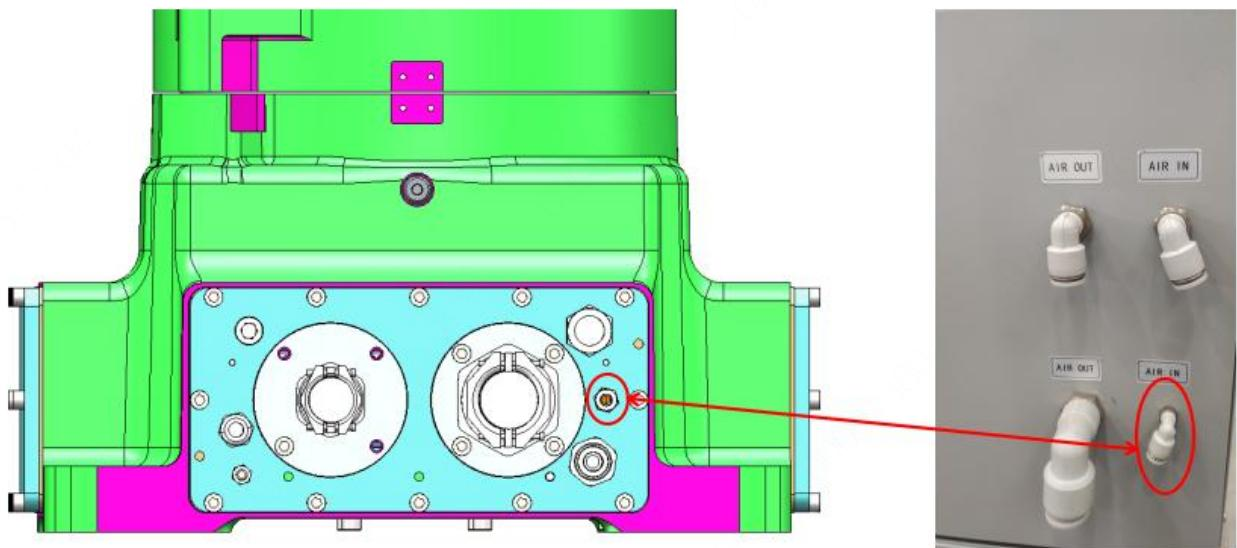

图 2-7 本体-柜体气路连接示意图
(2) 进气口Φ6 快换接头连接到直径为 6 毫米的气管，该气管与机器人底部的Φ6 快换接头相连，如图 2-7；